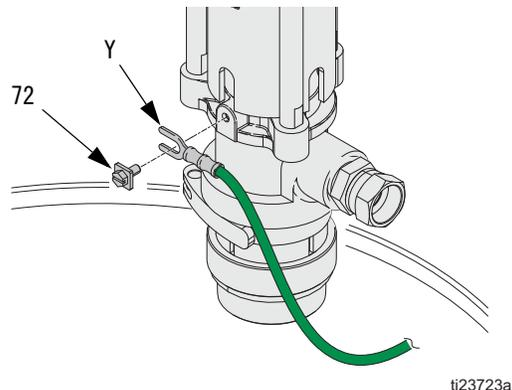

図 9
- ポンプ：接地ワイヤ (Y) を接地ネジ (72) に接続し、ネジを固く締めます。図 9 を参照のこと。ワイヤの他方の終端を大地アースに接続します。国、州および地域の全ての電気工事規定に必ず従ってください。